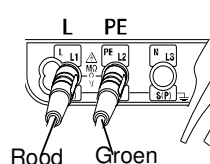

Fig.19
3. Verbind de meetsnoeren respectievelijk met de L en PE klemmen op de KEW6016 (Fig.19).